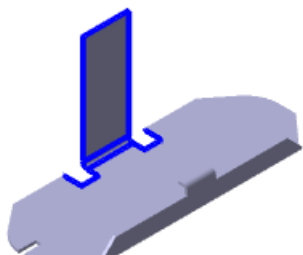
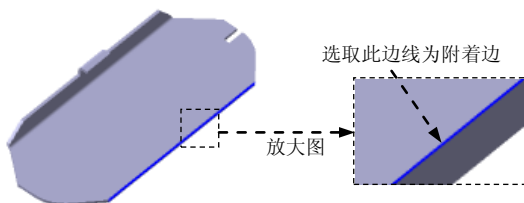

图 3.6.12 弯边特征 3
图 3.6.13 定义附着边
(4) 定义弯边属性及参数。单击“弯边选项”按钮 ，取消选中 ☐ 使用默认值* 复选框，在其 **折弯半径 (R)** 文本框中输入值 0.2，然后单击 **确定** 按钮。
(5) 单击 **完成** 按钮，完成特征的创建。
Step6. 创建图 3.6.12 所示的弯边特征 3。
(1) 选择命令。单击“主页”功能选项卡“钣金”工具栏中的“弯边”按钮 。
(2) 定义附着边。选取图 3.6.13 所示的模型边线为附着边。
(3) 定义弯边类型。在命令条中单击“中心点”按钮 ，在 **距离** 文本框中输入值 20，在 **角度** 文本框中输入值 90，然后单击“内部尺寸标注”按钮  和“材料内侧”按钮 ；调整弯边侧方向向上，如图 3.6.12 所示。